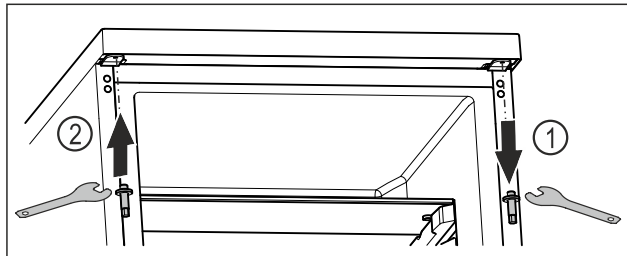

Fig. 14
- ▶ Выкрутите верхний болт ключом с наружным шестигранником. Fig. 14 (1)
- ▶ Затяните болт на противоположной стороне ключом с наружным шестигранником. Fig. 14 (2)